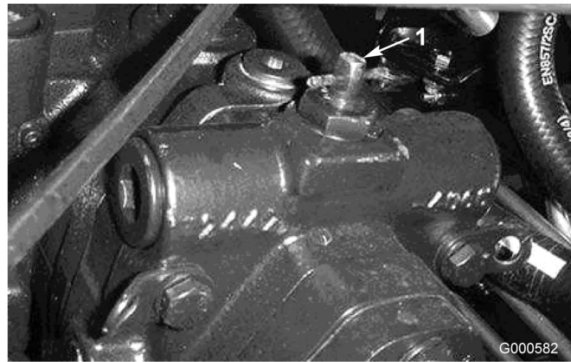

Bild 15
2. Drehen Sie das Ventil um eine Vierteldrehung nach rechts oder links, um es zu öffnen und Öl intern abzulenken (Bild 15). Weil das Öl abgelenkt wird, lässt sich die Zugmaschine ohne Schäden am Getriebe langsam bewegen. Merken Sie sich die Ventilstellung beim Öffnen oder Schließen.